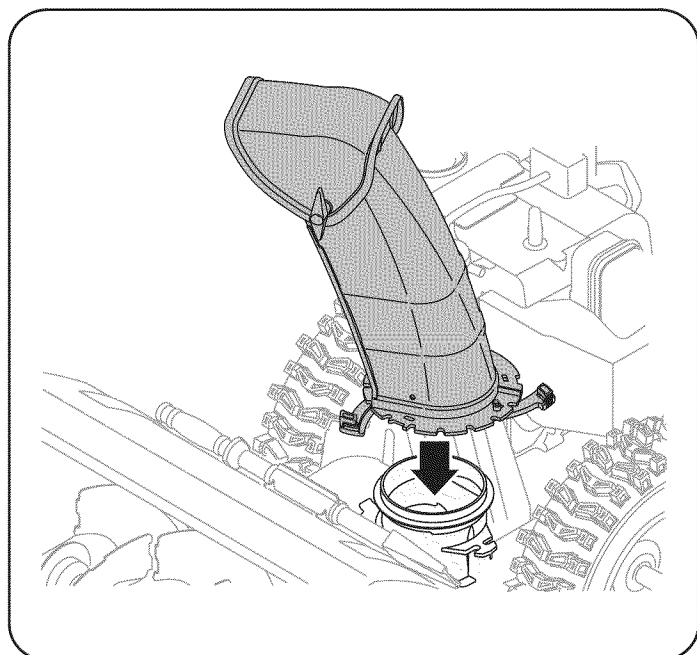

Figura 4
5. Sitúe el montaje del canal sobre la base. Vea la Figura 4.